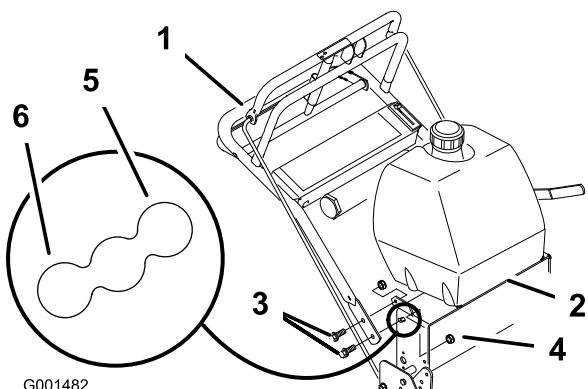

Figure 20
2. Desserrez les boulons à embase supérieurs ((3/8 x 1 pouce)) et l'écrou à embase de fixation du guidon au bâti arrière (Figure 20)
3. Retirez les boulons à embase supérieurs ((3/8 x 1 pouce)) et les écrous à embase de fixation du guidon au bâti arrière (Figure 20)